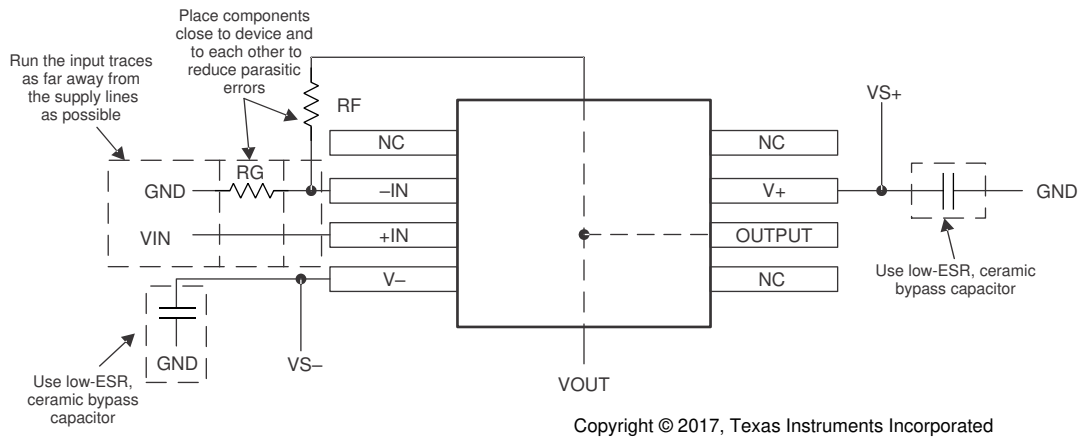

图 9-8. 布局建议
- 外部元件应尽量靠近器件放置。如图 9-8 所示，使 RF 和 RG 靠近反相输入以更大限度地减小寄生电容。